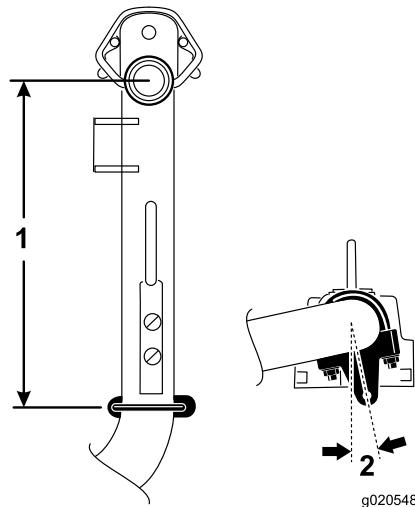

**Figure 5**
4. Sur les bras de relevage n° 2 et 3, positionnez les supports et les étriers filetés à 38 cm derrière l'axe du pivot (Figure 5).